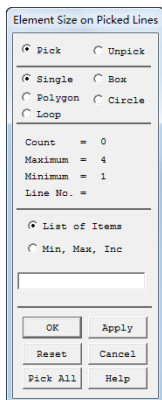

图 8-14 选择对话框
③依次选择 Main Menu→Preprocessor→Meshing→Size cntrls→ManualSize→Lines→Picked lines，会弹出选择对话框，如图 8-14 所示。
⑤依次选择 Main Menu→Preprocessor→Meshing→Size cntrls→ManualSize→Lines→Picked lines, 会弹出选择对话框, 如图 8-14 所示。
⑥参照所建立的几何模型, 选择线段 L1、L3, 单击“OK”按钮, 会弹出“Element Size On Picked Lines”对话框, 在“NDIV No. of element”输入框中输入 100, 在“SPACE Space ratio”输入框中输入-2, 单击“OK”按钮关闭对话框。